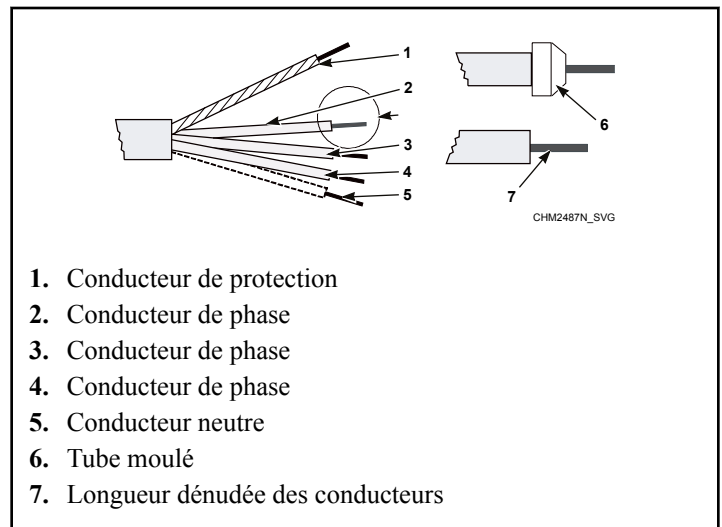

Figure 24
- Dégagez les extrémités du conducteur. Voir *Figure 24* . Le conducteur de protection doit être plus long afin de pouvoir être acheminé vers la machine sans tension.